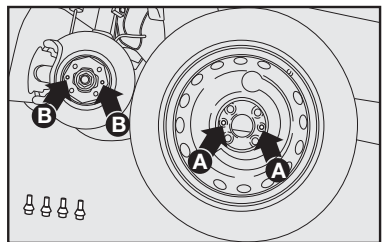

fig. 14
- Montar a roda sobressalente, encaixando os furos **A-fig. 14** com os respectivos pinos **B-fig. 14**.